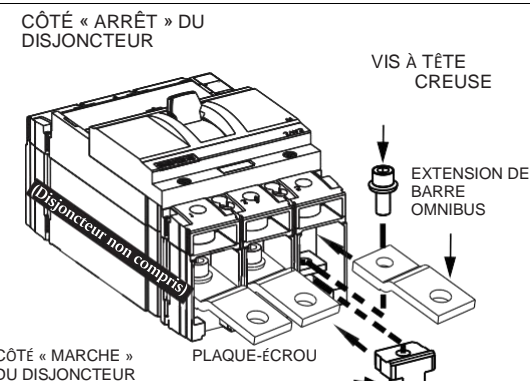

Fig. 3
6. Sélectionnez les plaque-écrous adéquates et faites-les glisser sous chaque phase des lames de disjoncteur du côté « MARCHÉ » du disjoncteur. Un déclic indique qu'elles sont bien insérées. (Voir la figure 3)